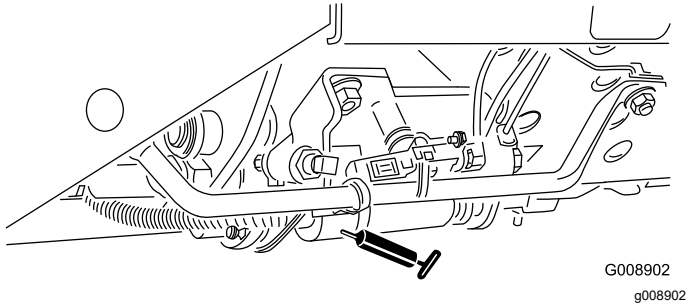

Bild 41
- Mähen-/Transportschieber (Bild 41)